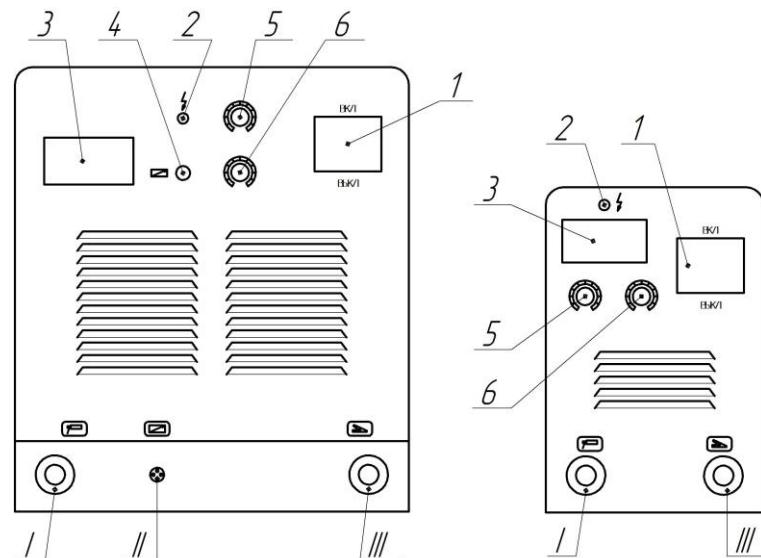

Рис.1. Органы управления и индикации аппаратов.
- Подключить силовой разъем держателя электродов к разъему I (Рис. 1) сварочного аппарата.
- Подключить силовой разъем держателя электродов к разъему III (Рис. 1) сварочного аппарата.